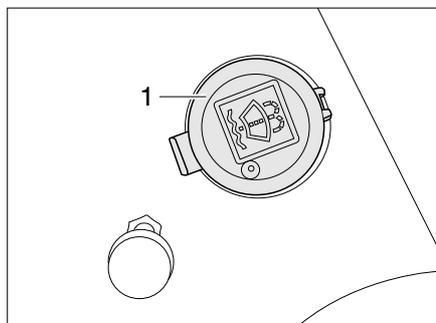

Bild 27 Einfüllstutzen Waschwasserbehälter
- Den Deckel (Bild 27,1) vom Einfüllstutzen des Waschwasserbehälters abnehmen.